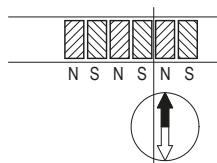

Abb. 10: Ermittlung der Polarität. Trennung des Magnetbandes.
- Wenn erforderlich mit Kompaßnadel kontrollieren, wo sich die Pole am Magnetband befinden (Abb. 10).